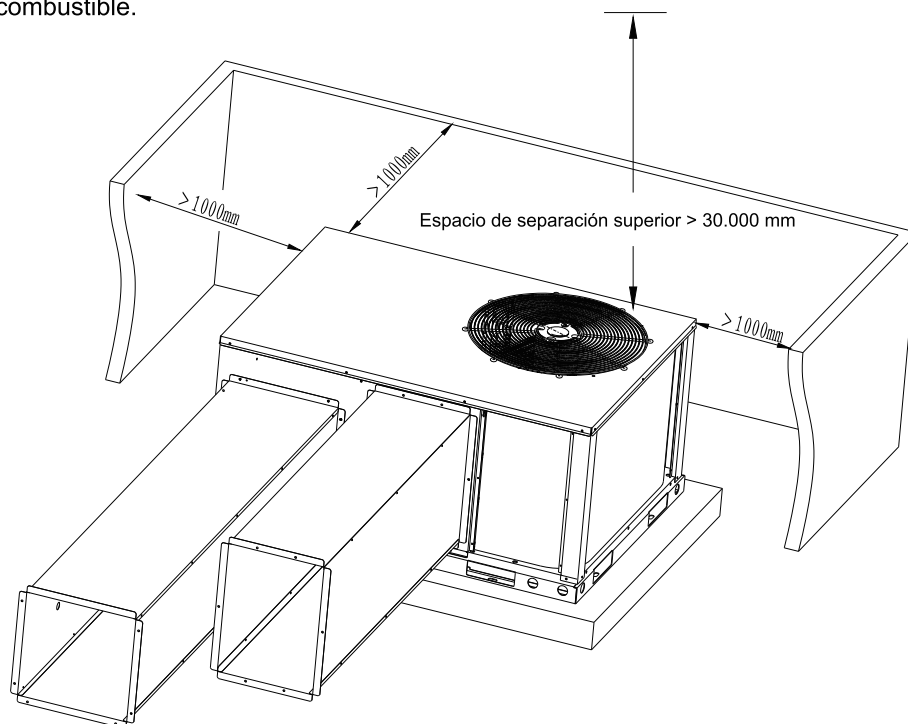

Fig.4-1
- Los espacios de separación recomendados para instalaciones de una sola unidad se ilustran en la Fig. 4-1.